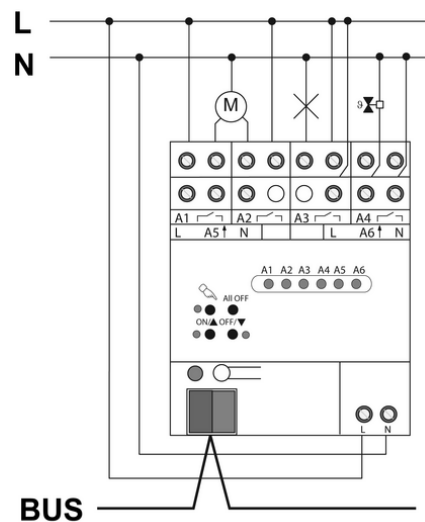

Figure 3: Exemple de raccordement
- Raccorder le câble bus avec la borne de sortie (figure 3).